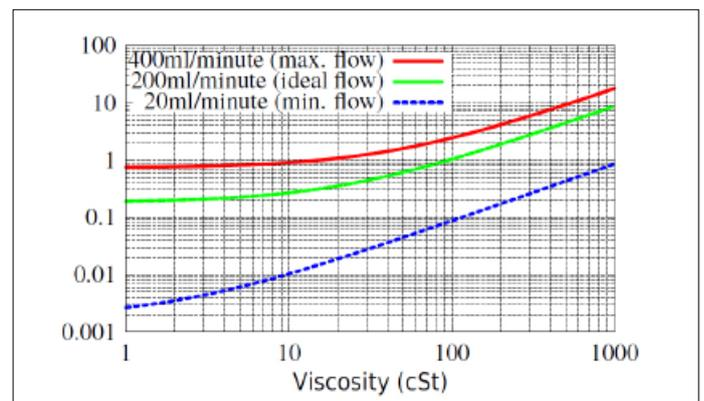

Figura 5.10
- Utilizzare la figura 5.10 per controllare la perdita di carico attraverso l'ingresso e l'uscita dall'ICM 4.0, con questa portata e questa viscosità. Ad es. con 30 cSt e 200 ml/minuto, si ottengono 0.4 bar. La massima e minima perdita di carico consentita possono anche essere determinate utilizzando le linee relative a 400 ml/min e 20 ml/min